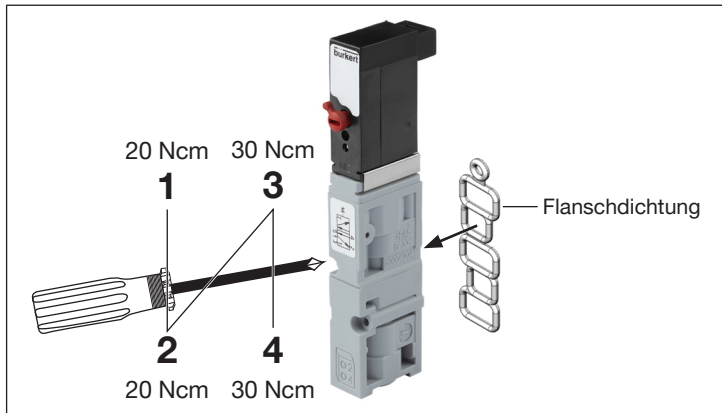

Bild 3: Montage des Ventils auf den Ventilblock, Anziehdrehmomente
- Ventil auf dem Ventilblock platzieren, dabei auf die korrekt eingelegte Flanschdichtung achten (siehe „Bild 3“).
- Ventil anschrauben (Reihenfolge und Anziehdrehmomente siehe „Bild 3“).